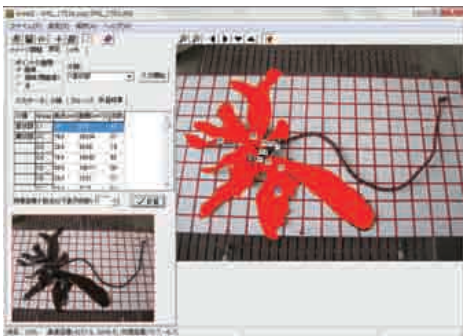

図3. 茎状部の長さとおおむねの葉状部の面積を計算したところ
- し、10×10センチの黄緑色の格子線を描いたところですが、座標変換が適正に行われていないため、実際の格子と物理座標の格子が一致していません。図2では、茎状部をなぞるようにクリックして曲線を入力しているところです。クリックすると、自動センタリング機能によって画像が自動的に移動し、拡大画像でも入力を連続して行えます。図3は、茎状部の長さとおおむねの葉状部の面積を計算したところです。ここでは、葉状部は葉ごとに輪郭をなぞりましたが、葉状部の総面積も出力されます。面積の計算は、多角形の面積として計算しているため、ピクセル基準の計算よりも正確です。